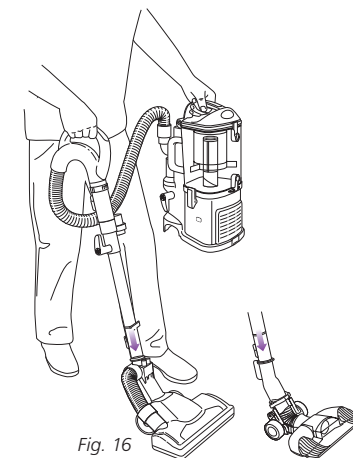

Fig. 16
- 2 Fixez l'un ou l'autre des embouts pour plancher à l'extrémité du tube d'extension. (Fig. 16)